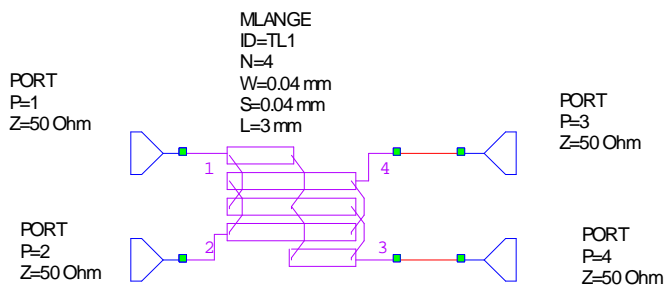

Рис.2
4.3.2 Рассчитать 3 дБ направленный ответвитель на связанных линиях (Ланге) с центральной частотой 10 ГГц. Параметры подложки $h = 0.5$ мм, $\epsilon = 10$, Рис.2